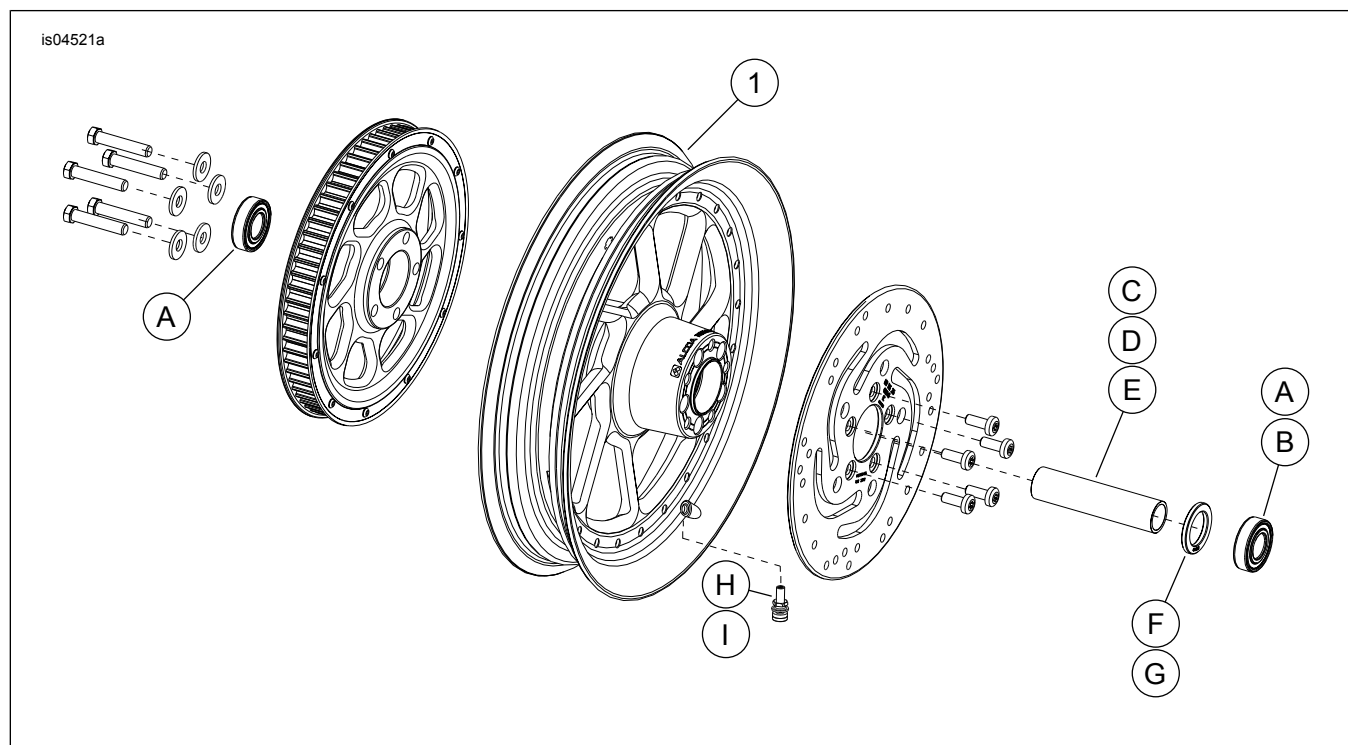

Figura 1. Piezas de servicio: Ruedas traseras Road Winder
Vea Figura 1 y Tabla 2.
2. Vea Figura 1. Instale el conjunto del vástago de la válvula (H o I) en la rueda. Consulte el Manual de servicio.